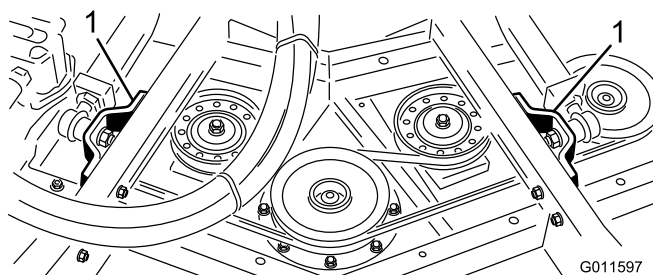

Figure 4
2. Retirez les boulons, les rondelles et les contre-écrous qui fixent chaque support de rotule de bras de relevage au tube de bras de pivot (Figure 4).